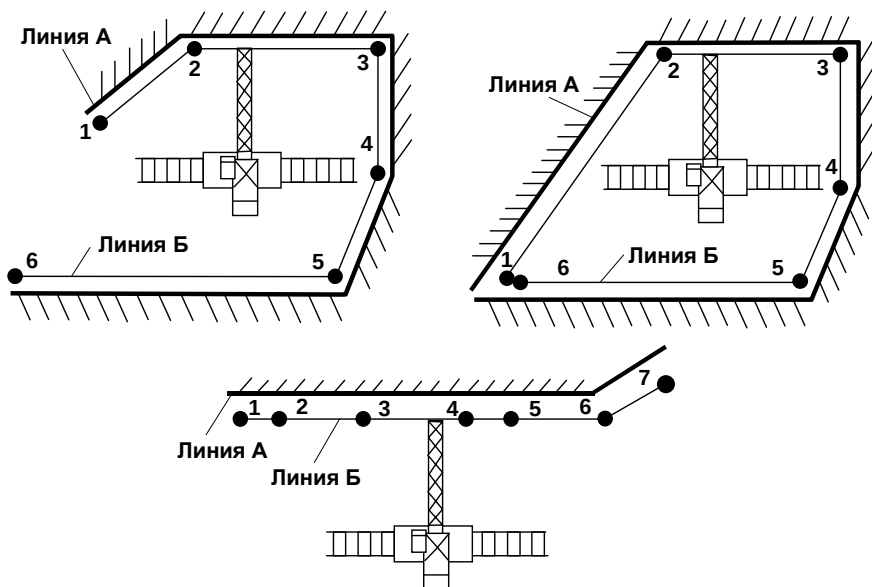

Рисунок 19
Для обеспечения работы крана в стесненных условиях в ОНК-160С-35 предусмотрена (см. рисунок 19) координатная защита типа **ЛОМАНАЯ СТЕНА**: защита стрелы от ее столкновения с близко расположенными препятствиями (стены зданий и др.).
5.19.2.2 Подводя оголовков стрелы (крюковую обойму) к первой (заранее намеченной) точке ввода заградительной линии (см. рисунок 19 и приводимый ниже рисунок), записать ее координаты нажатием кнопки "**↵**".